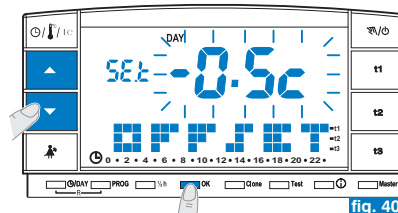

fig. 40
- Con las teclas **▲▼** configurar el valor deseado (ejemplo fig. 40).
- Presionar **OK** para confirmar y regresar al funcionamiento del programa (ejemplo fig. 40).